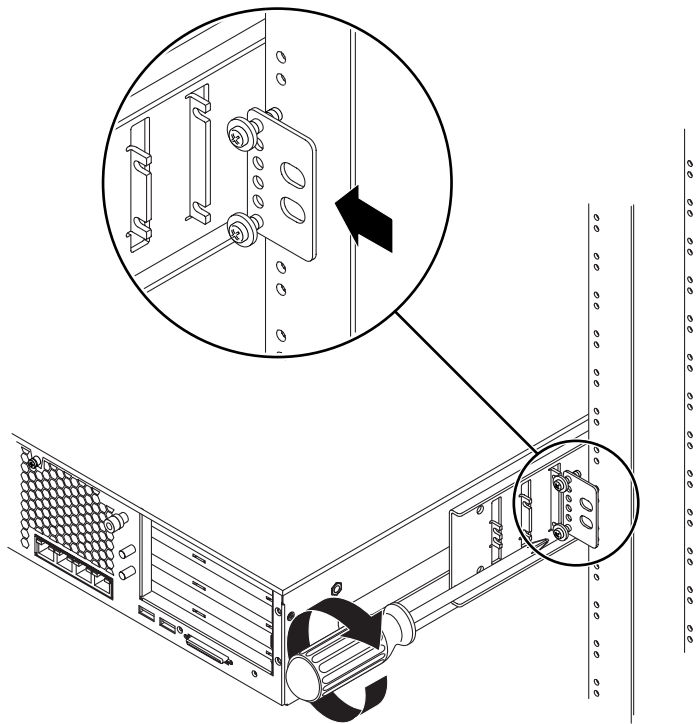

BILD 3-34 Installera fästplåten i sidoskenan
- b. Skjut in fästplåten så att skruvarna skjuts in i någon av håluppsättningarna. Skruvarnas huvuden ska vara riktade mot serverns baksida och den andras sidan av fästplåten ska ligga framför rackbenet (BILD 3-34).
- c. Skruva åt skruvarna så att fästplåten sitter fast i håluppsättningen på sidoskenan (BILD 3-34).